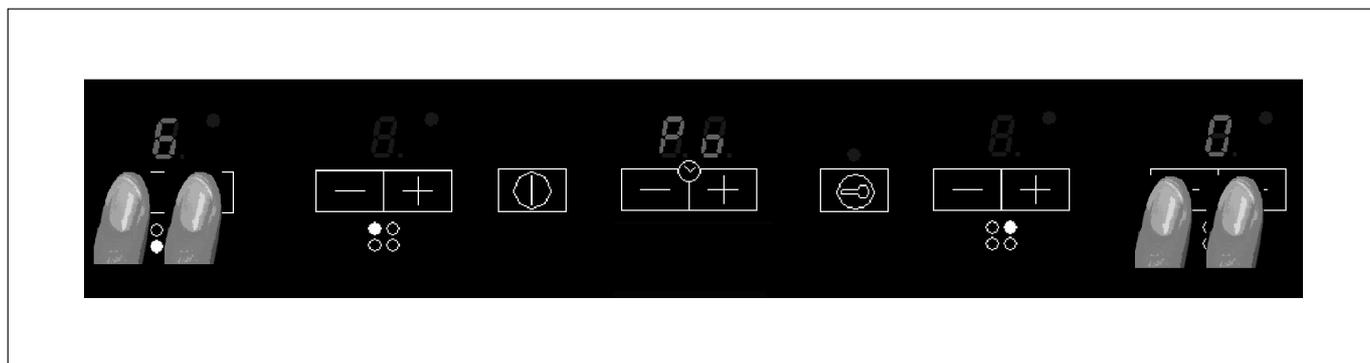

FIG. 20
- pressione juntas as chaves de selecção na frente esquerda do elemento de aquecimento 7 e na frente direita do elemento de aquecimento 6 (veja fig. 20);